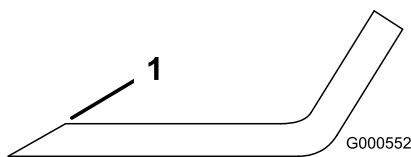

Figura 82
- Utilice una lima para afilar el filo de corte en ambos extremos de la cuchilla (Figura 82).
Nota: Si la cuchilla no está equilibrada, rebaje algo el metal en la parte de la vela solamente (Figura 82).